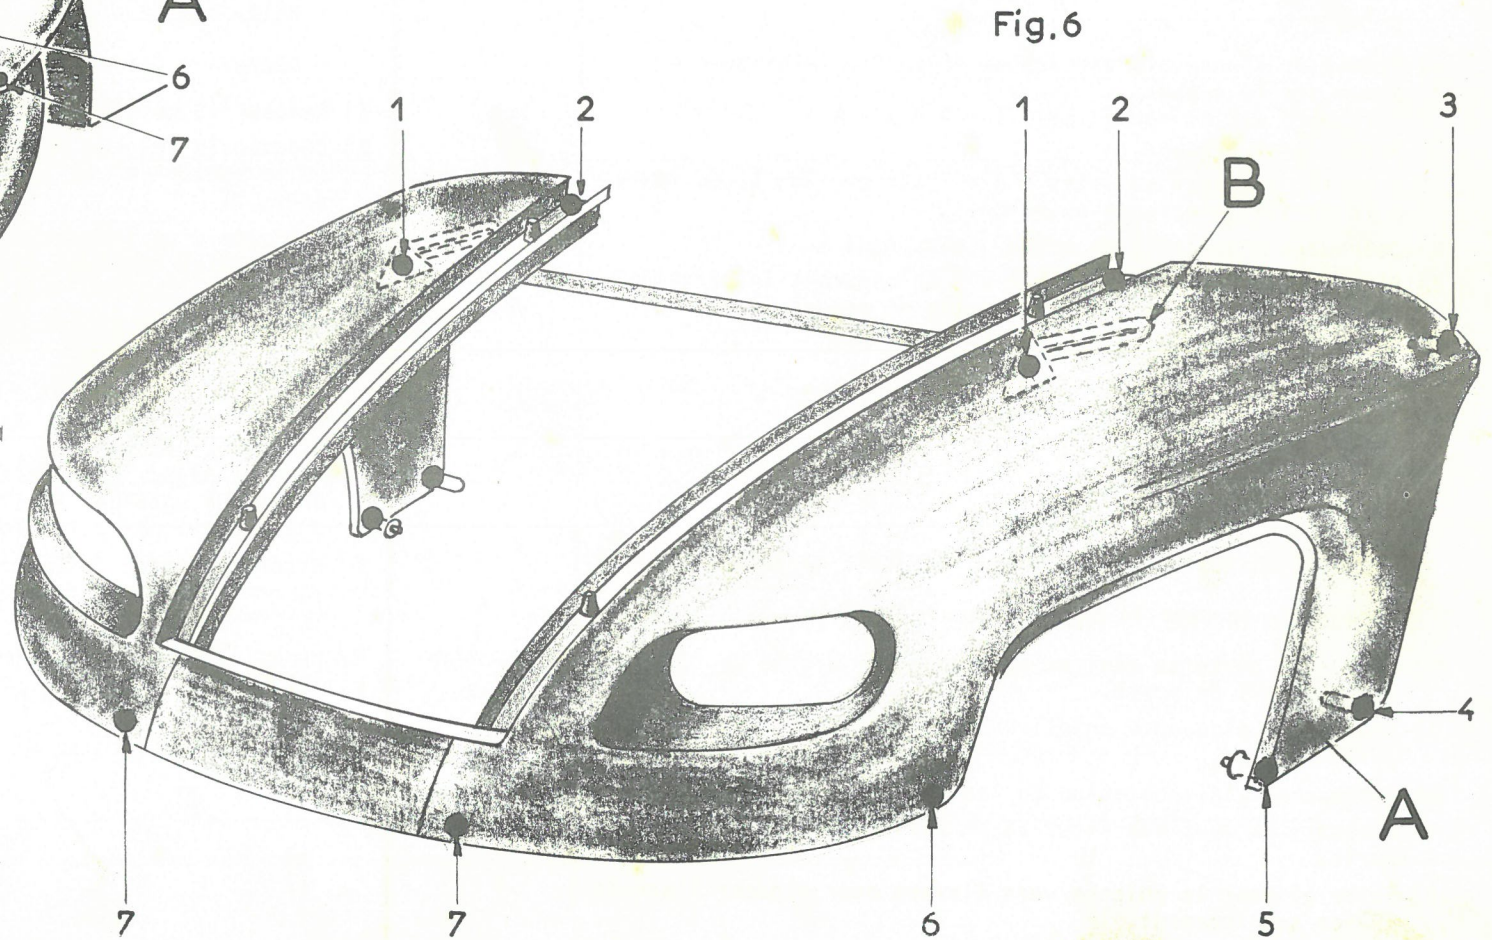

Fig. 6
- DEPOSE et POSE de L'ENSEMBLE de PROUE - (Fig. 6).
- 3) Déposer les vis (1 - 2 - 6 - 7), les écrous (3 et 5) (ouvrir la porte pour atteindre l'écrou (3)). Tirer sur le flanc A pour détacher l'agrafe plastique (4).
- 4) Retirer l'enjoliveur de calandre dont les pattes sont fixées par les même vis (7) que les parties latérales de proue.
- 7) Poser les huit vis (1 - 2 - 6 - 7), les quatre écrous (3 et 5) sans les bloquer. Enfoncez l'agrafe plastique (4) dans son logement. Ne bloquer vis et écrous qu'après avoir positionné la proue par rapport à la baie de pare-brise et à la porte. Bloquer en dernier les deux vis (1).